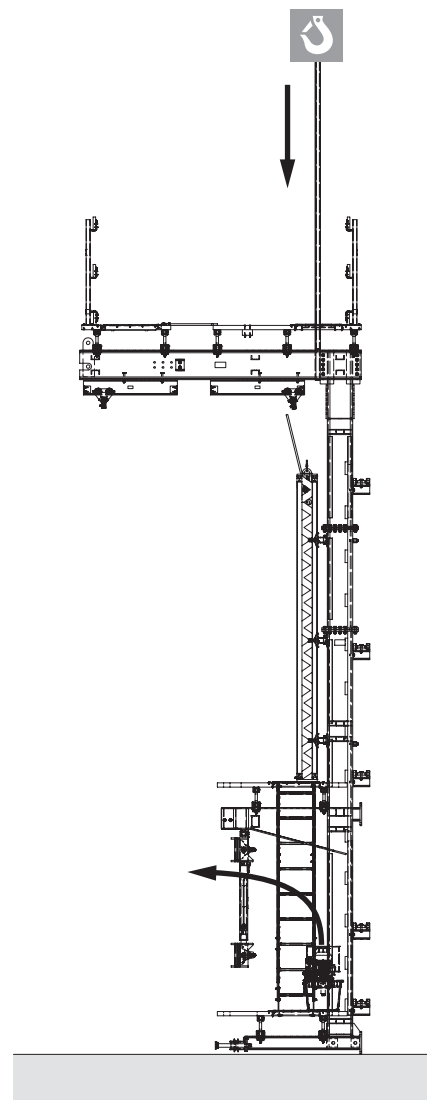

Fig. E3.02
3. Estrarre la centralina idraulica. (Fig. E3.02)